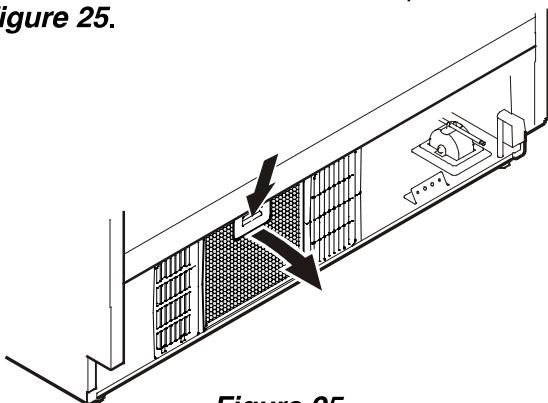

Figure 25
- Presser le bouton du filtre à air vers le bas, faire basculer le filtre vers l'avant puis le retirer - **Figure 25.**